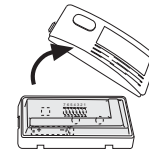

Abb.6
5. Drücken Sie die Verriegelung links am Gehäuse mit einem Schraubendreher leicht ein, bis sich das Gehäuse-Oberteil abnehmen läßt (Abb.6).